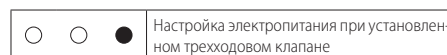

Рис. 33
- 4 Для доступа к выполнению калибровки электропитания с трехходовым клапаном необходимо, чтобы индикаторы LD1, LD2, LD3 на Рис. 5 находились в состоянии, изображенном на Рис. 33 (условные обозначения индикаторов Рис. 31).